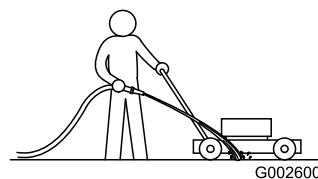

Figure 53
1. Mettez le moteur en marche lorsque la tondeuse se trouve sur une surface revêtue plane et dirigez un jet d'eau devant la roue arrière **droite** (Figure 53).